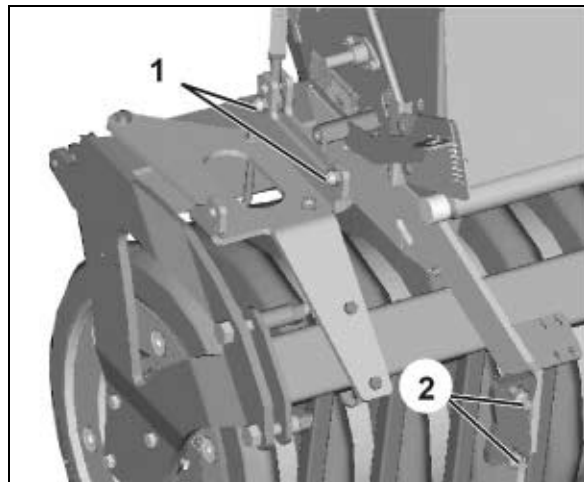

Fig. 26
- 5.1 Links: 2 boutverbindingen (Fig. 26/1) monteren.
(Fig. 26/2): Bevestigingspunt voor de zaadeg.